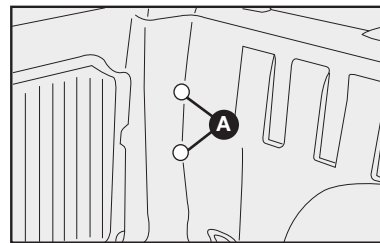

fig. 55
1) remover as tampas de borracha **A-fig. 55**, para ter acesso aos parafusos de fixação da lanterna.